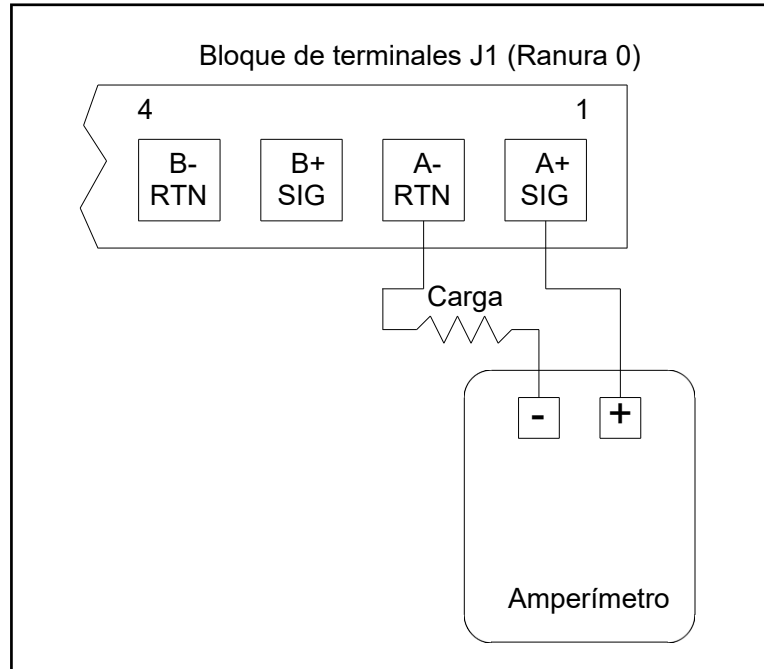

Figura 11: Conexión del amperímetro (salida A)
Prepare la calibración insertando un amperímetro en serie con la carga de la salida analógica A en el bloque de terminales J1, como se muestra en la Figura 11 a continuación.
- IMPORTANTE:** El procedimiento para calibrar la salida B es idéntico al de calibrar la salida A. Sin embargo, al calibrar la salida B, asegúrese de volver a conectar el amperímetro en el bloque de terminales J1. Consulte la *Figura 11 en la página 39* para ver los números de patilla correctos.